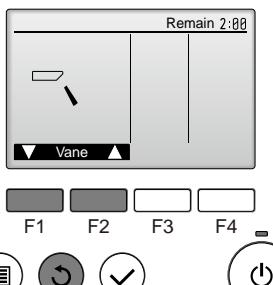

Fig. 8-4
- ② Нажмите кнопку [ВЫБОР] для отображения экрана работы жалюзи, затем нажмите кнопку [F1] и [F2] для проверки автоматического режима работы жалюзи. (Fig. 8-4)